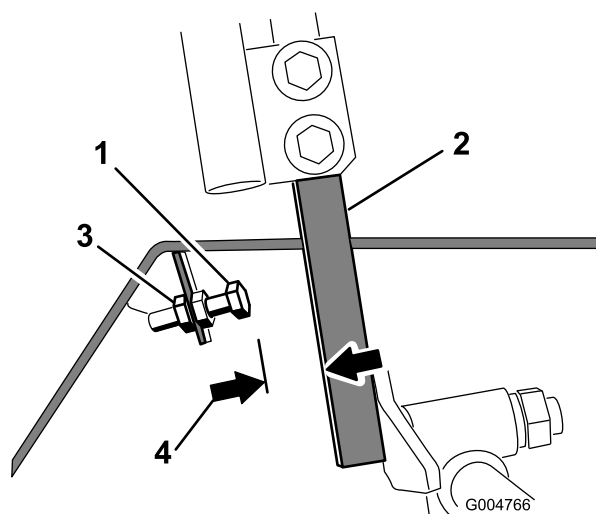

Figure 43
4. Desserrez l'écrou de blocage sur le boulon d'arrêt de l'un des leviers de commande (Figure 43).